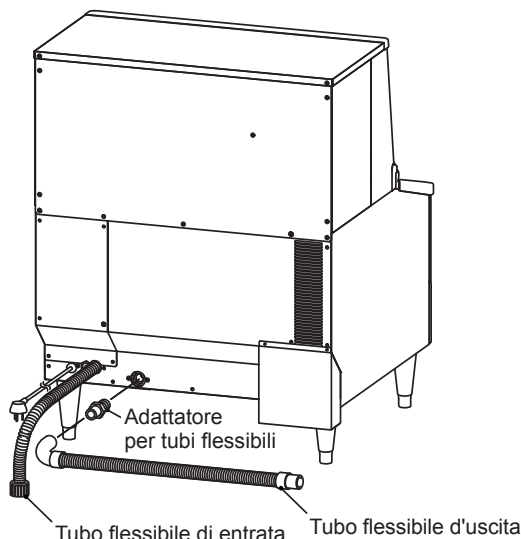

Fig. 3
2) Applicare un nastro di PTFE intorno al raccordo dell'adattatore per tubi flessibili e avvitare l'adattatore per tubi flessibili all'uscita di scarico della macchina. Serrare manualmente il tubo flessibile di uscita grigio (in dotazione) sull'adattatore per tubi flessibili come indicato (Fig. 3). Il tubo può essere tagliato alla lunghezza necessaria per adattarsi alla posizione dello scarico principale. Per prevenire perdite d'acqua, fissare il tubo flessibile di uscita all'uscita di scarico mediante una fascetta per tubi flessibili.